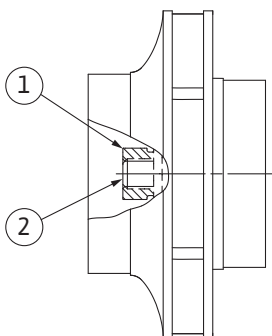

Fig. 111: Position correcte de l'écrou de blocage de roue après le montage
8. Maintenir l'arbre avec une clé (de 22 mm) et serrer l'écrou de blocage de roue selon le couple de serrage prescrit (voir tableau « Couples de serrage » [► 35]). L'écrou (Fig. 111, pos. 1) doit affleurer à $\pm 0,5$ mm avec l'extrémité de l'arbre (Fig. 111, pos. 2). Si ce n'est pas le cas, desserrer l'écrou et répéter les étapes 4 à 8.
9. Retirer la clé plate et remonter la tôle de protection (Fig. I, pos. 27).